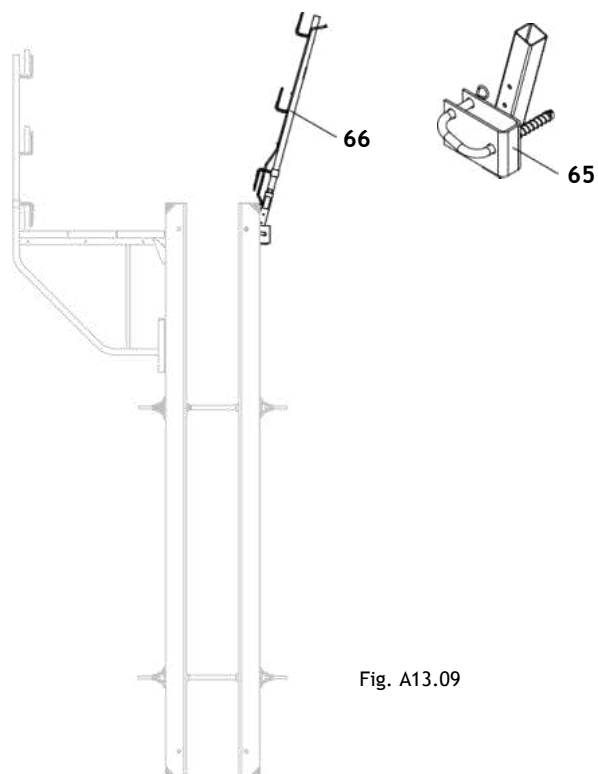

Fig. A13.09
- Фиксатор на стойка за парапет TRIO (65)
- Стойка за парапет HSGP (66) (Fig. A13.09)